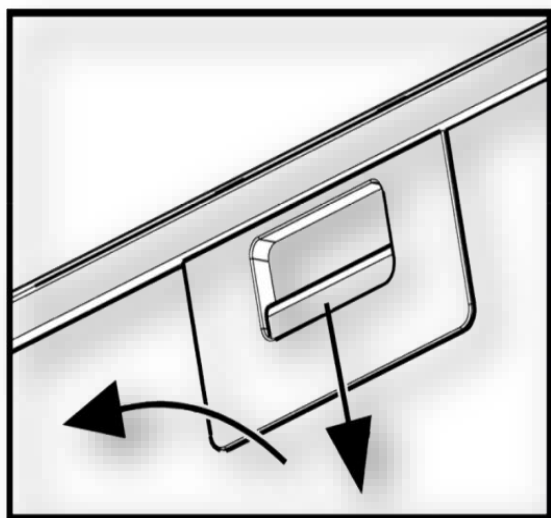

Рис. 6
8.6 Для зняття алюмінієвого фільтра (**рис.6**) слід натиснути на пружинну засувку і, потягнувши на себе і вниз, зняти фільтр з панелі. Встановлення фільтра виконати в зворотному порядку.